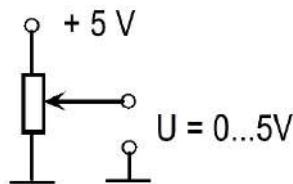
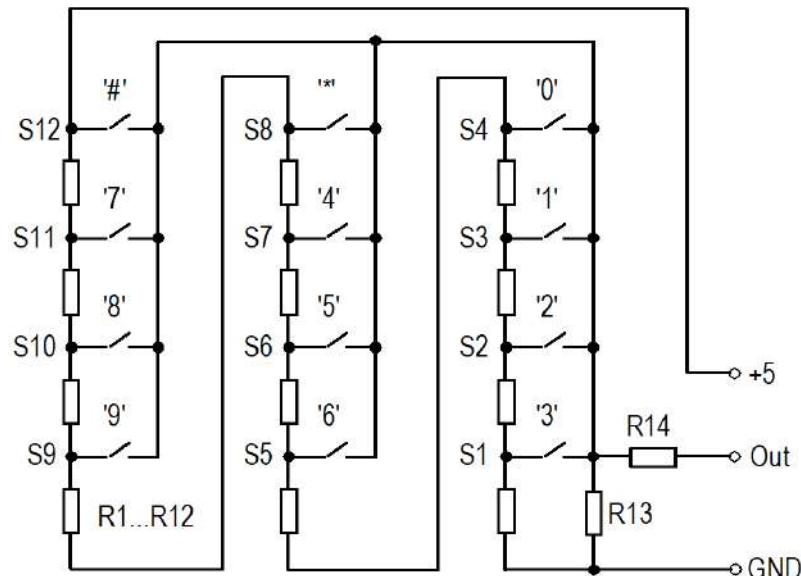

Рисунок 3.3.1 – Принципова схема потенціометра
Рисунок 3.3.2 – Принципова схема клавіатури
- 8) на **АПК** зкумувати схему підключень (підключити потенціометр, клавіатуру і вольтметр до АЦП відповідно до рис. 3.3.1, рис. 3.3.2) відповідно до варіанту для виконання лабораторного практикуму.